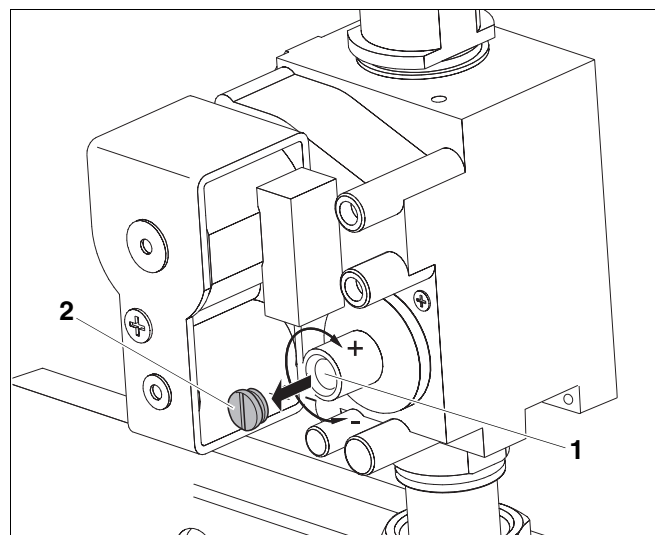

Fig. 50 Armatură gaz "SIT" 840 Sigma
- Îndepărtați (Fig. 50, **Poz. 2**; evtl. blocați) capacul de protecție prin intermediul șurubului presiunii duzei (Fig. 50, **Poz. 1**, sus). Corectați presiunea duzei prin rotirea șurubului în direcția Plus sau Minus (Fig. 50, **Poz. 1**, jos).